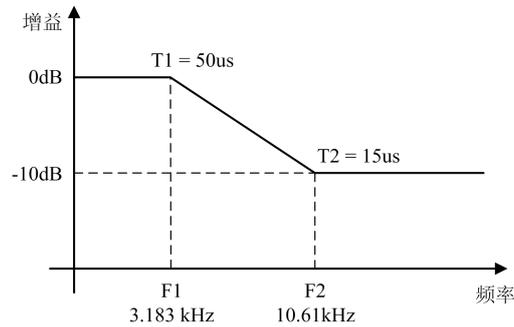

图25. 去加重滤波器响应
**EMPH\_CNTL[2:0]** - 去加重滤波器控制。图 25 显示了去加重滤波器响应。